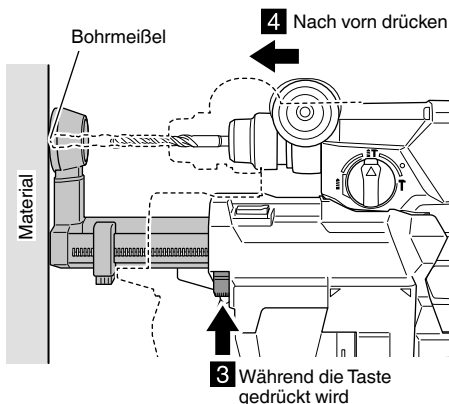

Abb. 6
- (3) Während Sie die DüsenEinstelltaste in Pfeilrichtung drücken, drücken Sie das Werkzeug zum Material, so dass sich die Düsenposition verkürzt, bis die Position erreicht wird, wo der Bohrmeißel das Material berührt. **(Abb. 6)**